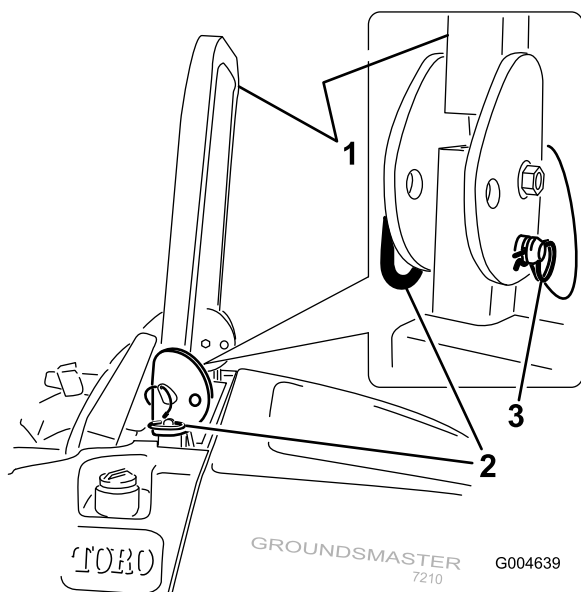

Figura 13
1. Per abbassare il roll bar, togliete le coppiglie, spingete in avanti il roll bar contro le molle e togliete le due spine (Figura 13).
3. Montate le due spine e fissatele con le spine delle coppiglie (Figura 13).
4. Per alzare il roll bar togliete le spine delle coppiglie e le due spine (Figura 13).
5. Alzate completamente il roll bar e montate le due spine, quindi fissatele con le spine delle coppiglie (Figura 13).